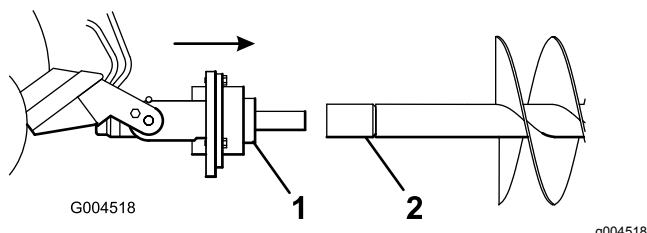

Figure 7
8. Manœuvrez l'arbre d'entraînement dans l'extrémité de la tarière ou de la rallonge (le cas échéant), comme montré à la Figure 7.